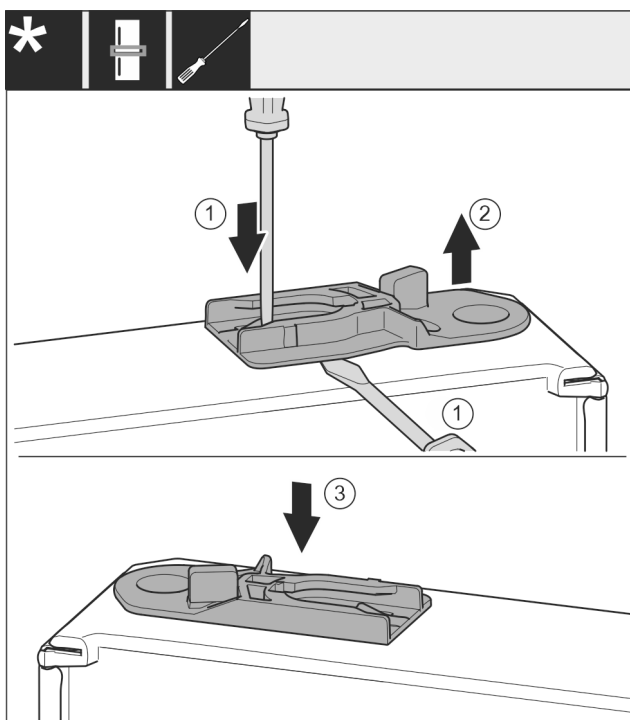

Fig. 34
Führungsbuchse herausziehen: Lasche *Fig. 34 (1)* mit Schlitzschraubendreher drücken und gleichzeitig mit Schlitzschraubendreher unter Führungsbuchse *Fig. 34 (2)* fahren.
Im Lieferumfang beiliegende Führungsbuchse *Fig. 34 (3)* auf anderer Gehäuseseite einschieben.